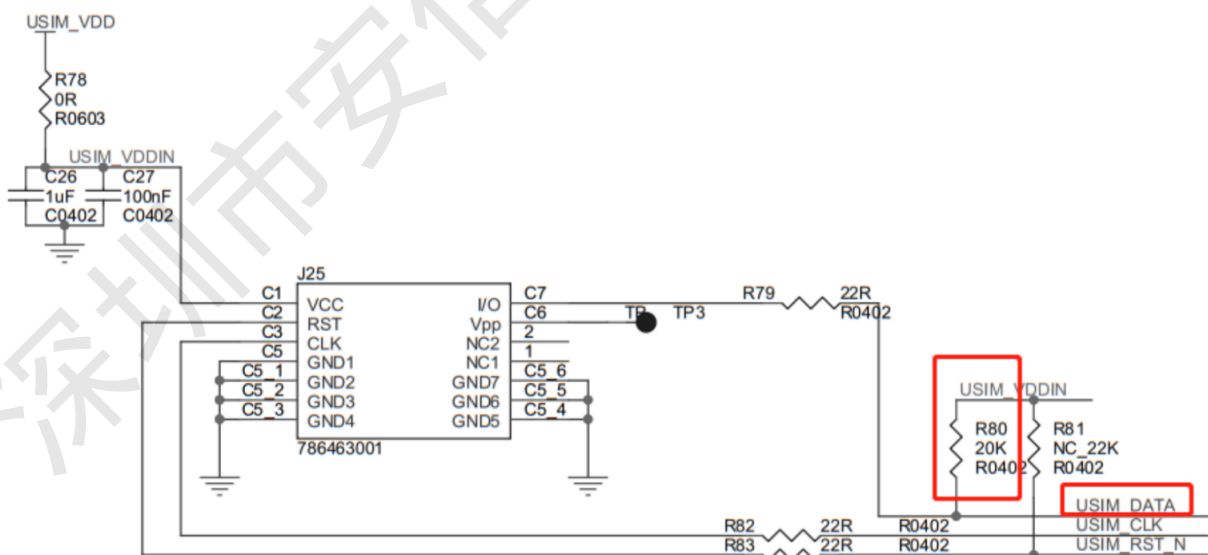

图 12 SIM 卡参考电路
1) NB 芯片 WAKEUP 脚内部上拉电阻非常弱且很容易受到干扰影响，避免模组在休眠状态下而出现异常唤醒需要在 WAKEUP 脚加 RC 滤波电路（如图 12 所示）。模组内部没有此 RC 电路，因此用户主板的外围电路必须添加。
2) 如果外部 MCU GPIO 与模组的 WAKEUP 通过三极管连接（如图 12 所示），要求三极管截止态的漏电流要小于 0.5uA，原因是 WAKEUP 内部上拉较弱，漏电流大了可能将 WAKEUP 脚拉到 1.2V 以下。如此就有可能出现 NB 芯片在休眠态下无法被 WAKEUP 脚唤醒情况。
① 用 MOS 管代替三极管，大多数 MOS 漏电流较小。
② 电路上预留上拉电路（如图 12 所示），VCC 的电压范围在 1.8V~3.6V 且要常开，不要用 NB 模组出来的电。